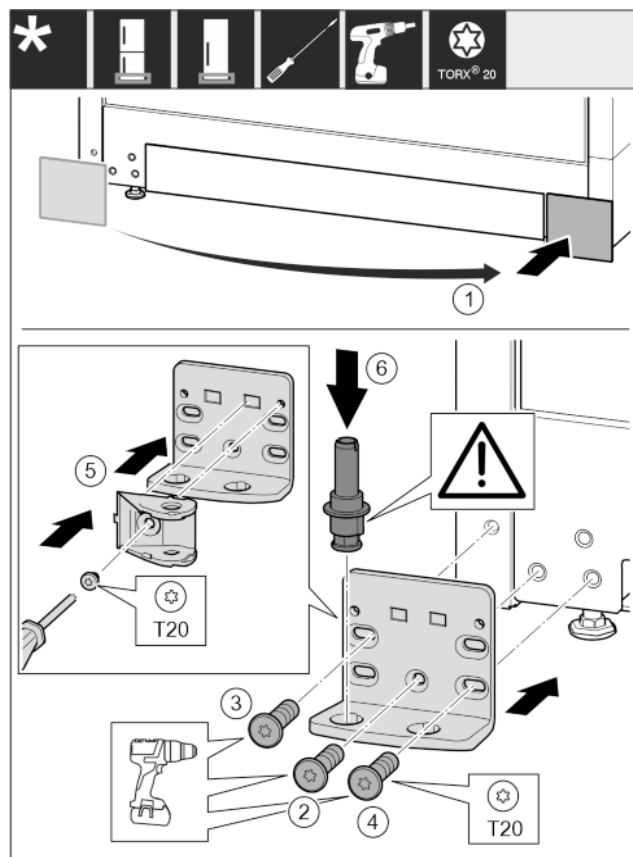

Fig. 28
- Skinite pokrov i postavite ga na drugoj strani. Fig. 28 (1)
- Postavite podložak ležaja na drugoj strani i zavijte pomoću odvijača T20. Započnite s vijkom 2 dolje u sredini. Fig. 28 (2)
- Pritegnite vijak 3 i 4. Fig. 28 (3,4)
- Okrenite spojni element prigušivača zatvaranja za 180°. Na drugoj strani podloška ležaja zavijte pomoću odvijača T20. Fig. 28 (5)
- Kompletno umetnite podložak ležaja. Pri tome pazite da je ispušćenje za blokiranje okrenuto prema otvora. Fig. 28 (6)